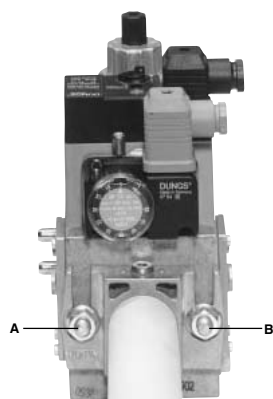
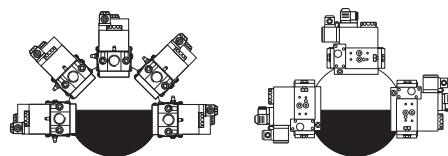

Рис. 5
Рис. 8
3. Затянуть винты А, В, С и D (Рис. 5 - Рис. 6), (Рис. 8), соблюдая дистанции монтажа (Рис. 8);
1. Раслабить винты А и В, но **не снимать** их (Рис. 5 и Рис. 6)
2. Отвинтить винты С и D (Рис. 5 и Рис. 6)